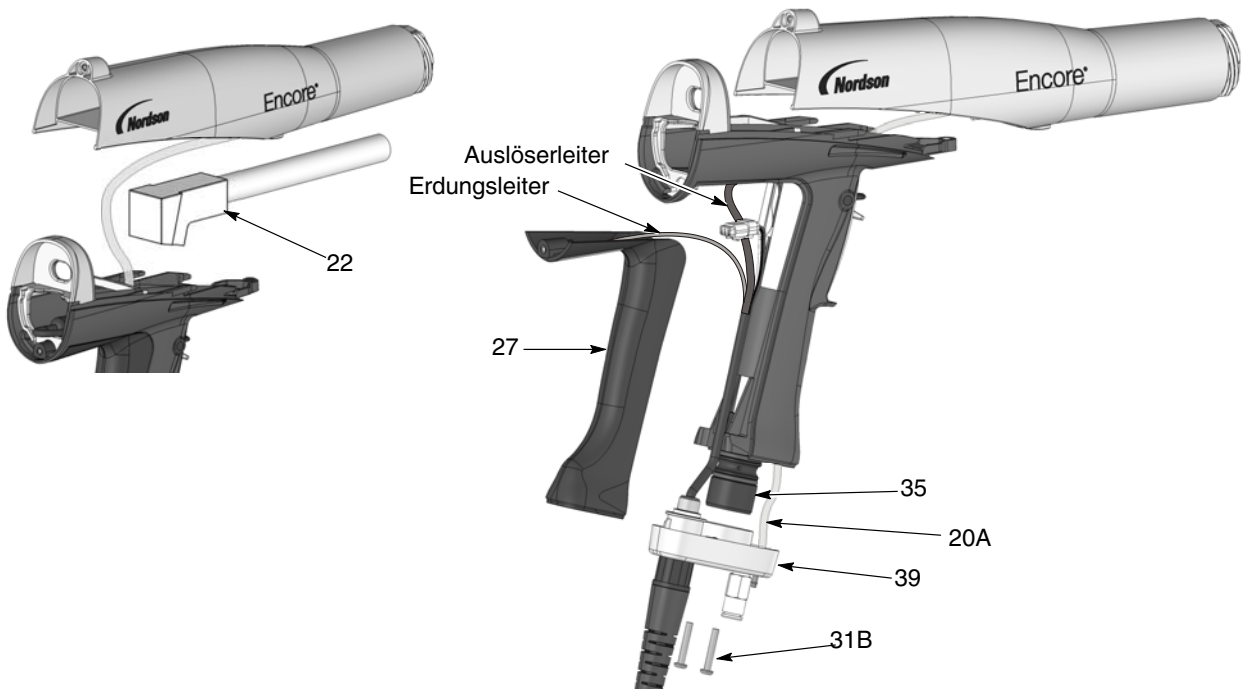

Abb. 6-4 Pulverweg von der Sprühpistole abnehmen
1. Siehe Abb. 6-4. Das Ausgangsrohr (22) vom Eingangsrohr abnehmen. Das Winkelstück des Ausgangsrohrs wird durch einen fest sitzenden O-Ring auf dem Eingangsrohr gehalten. Das Winkelstück zum Freimachen hin- und herwackeln.
2. Die zwei M3 x 20 Schrauben (31B) von der Griffbasis (39) abnehmen.
3. Die Basis weg vom Griff ziehen, die Unterseite des Erdungsstücks (27) nach oben und weg vom Griff schwenken und es dann abnehmen. Erdleiter am Erdungsstück angeschlossen lassen.
1. Siehe Abb. 6-4. Das Eingangsrohr (35) im Griff aufwärts installieren.